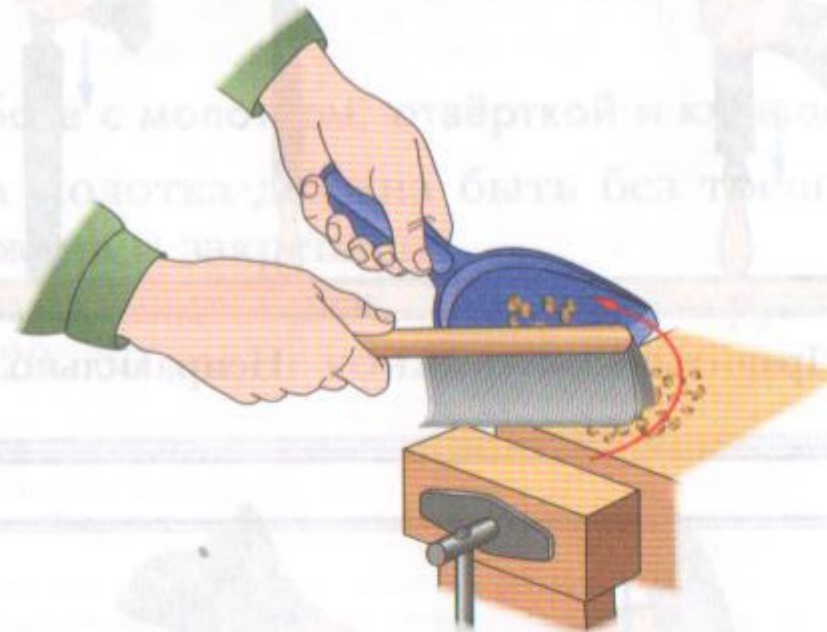

Рис. 98
7. Не сдвигать опилки и не сметать их руками, пользоваться только щёткой-сметкой и совком (рис. 98).